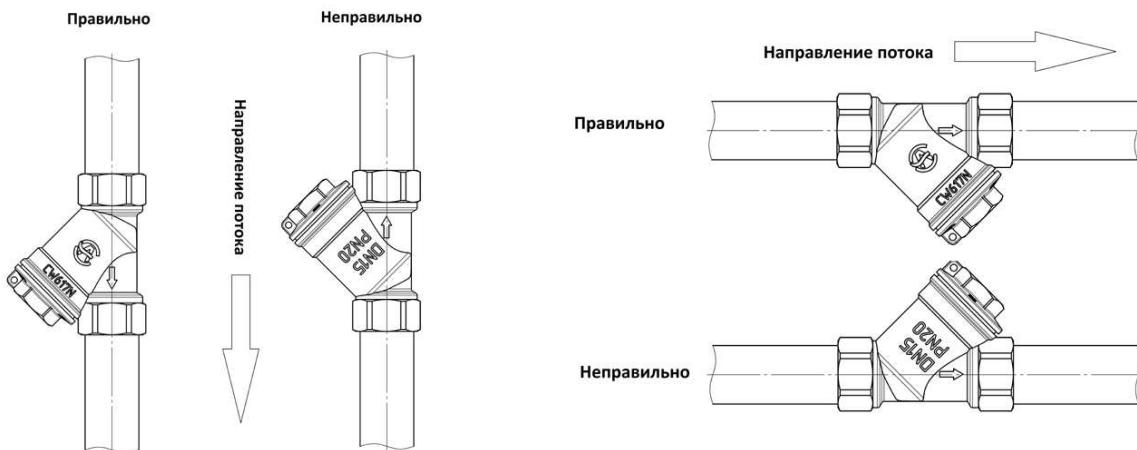

Рисунок 4– Схема установки сетчатого фильтра
9.3. Фильтры возможно устанавливать на произвольных участках трубопроводов, пробкой вниз, с соблюдением направления указателя движения транспортируемой среды (стрелка на корпусе фильтра). При направлении потока среды снизу вверх необходимо предусмотреть горизонтальный участок трубопровода для установки фильтра, см. Рисунок 4.